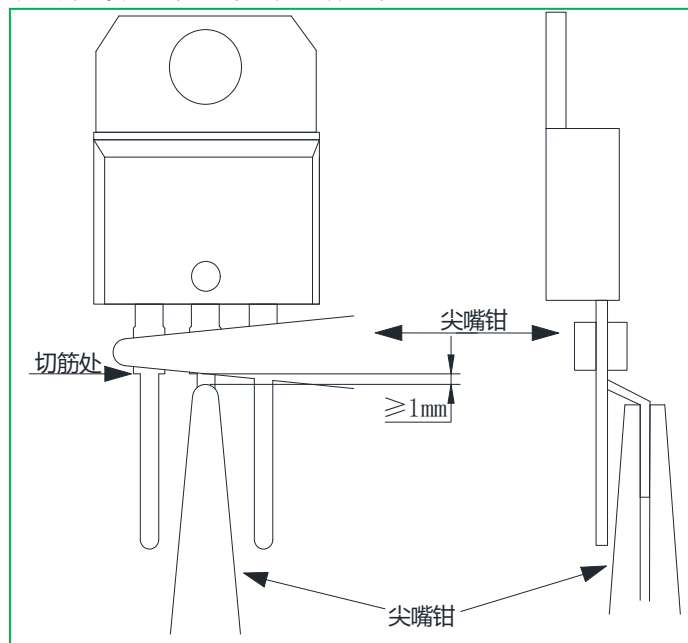

图2 利用扁嘴钳使引脚成形
2.2.1 可使用专用成形夹具或设备（施加外力 $< 9.8\text{N}$ ）成形。或采用两把细长的扁嘴钳，一把扁嘴钳夹在塑料本体和切筋处部分，另一把扁嘴钳留 $1\text{mm}$ 余量后夹住剩余的引脚部分进行折弯成形，如图2所示。